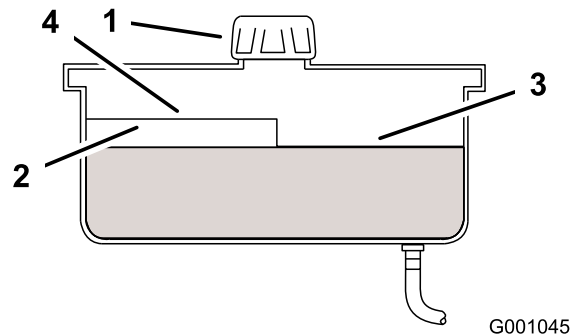

Figure 57
2. Nettoyez la surface autour du goulot de remplissage du réservoir hydraulique (Figure 57).
3. Enlevez le bouchon du goulot de remplissage et vérifiez si le réservoir contient du liquide (Figure 57).
Remarque: Lorsque l'huile est chaude, le niveau de liquide doit atteindre le haut du repère "à chaud" sur le déflecteur (Figure 57).